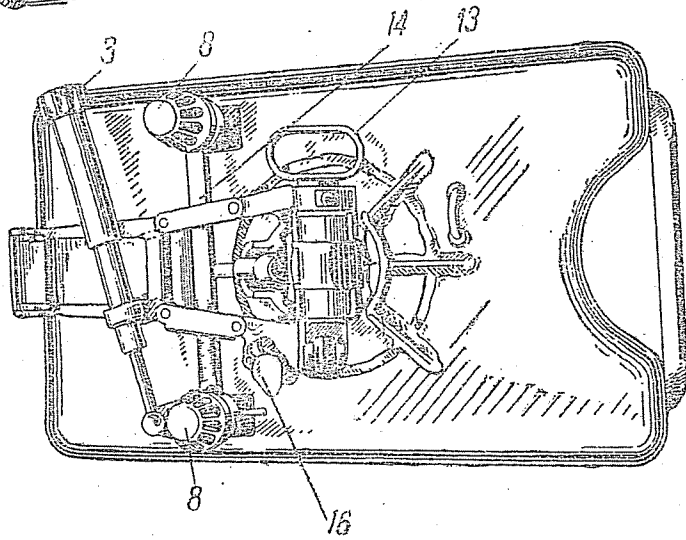

Рис. 79. Опорная плита с горизонтирующим и поворотным механизмами:
Поворотный механизм (рис. 79) служит для точной наводки миномета в горизонтальной плоскости, для чего надо вращать рукоятку 3 механизма в ту или другую сторону.
5. Вращая рукоятки 8 горизонтирующего механизма (рис. 79) и следя за шаровым уровнем 16, отгоризонтировать (выровнять) миномет; пузырек шарового уровня при этом должен быть посередине.
2. В случае боковых отклонений мины от цели изменение установки делается по шкале на поперечной планке 14 (рис. 79) вращением рукоятки поворотного механизма.